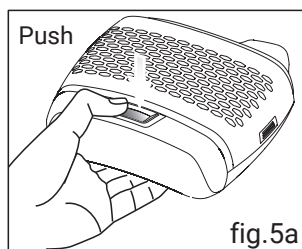

fig.5a
- Druk op de knop en haal de batterij eruit volgens de richting die wordt getoond in fig. 5a / 5b / 5c.